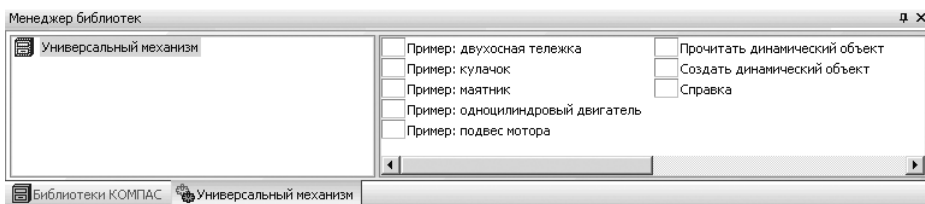

Рис. 1.6. Окно системы управления библиотеками **Менеджер библиотек** с добавленной и раскрытой библиотекой **Универсальный механизм**
- щелкните дважды в окне системы управления библиотеками **Менеджера библиотек** по подключаемой библиотеке, например по библиотеке **Универсальный механизм**. Через некоторое время произойдет подключение выделенной библиотеки и раскроется ее содержимое, см. рис. 1.6.
- разверните систему управления библиотеками **Менеджер библиотек** и откройте вкладку **Универсальный механизм**, если она не открыта (см. рис. 1.6);